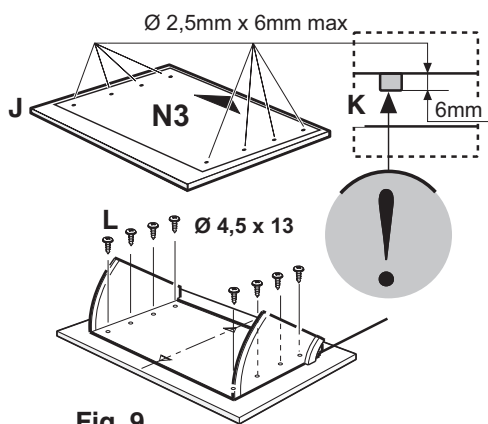

Fig. 9
- Placer le gabarit de perçage **N3** sur le rétro du panneau (**Fig. 9,J**- la flèche sur le gabarit doit coïncider avec le bord supérieur du panneau), effectuer des trous aveugles (**K-Fig. 9**).
- Positionner le auvent sur le rétro du panneau et fixer avec 8 vis (**Fig. 9,L**).